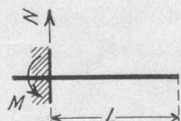

Fig. 25.
a) Träger auf einem Stützpunkt (Fig. 25): eingemauerte, eingespannte oder Kragträger genannt.